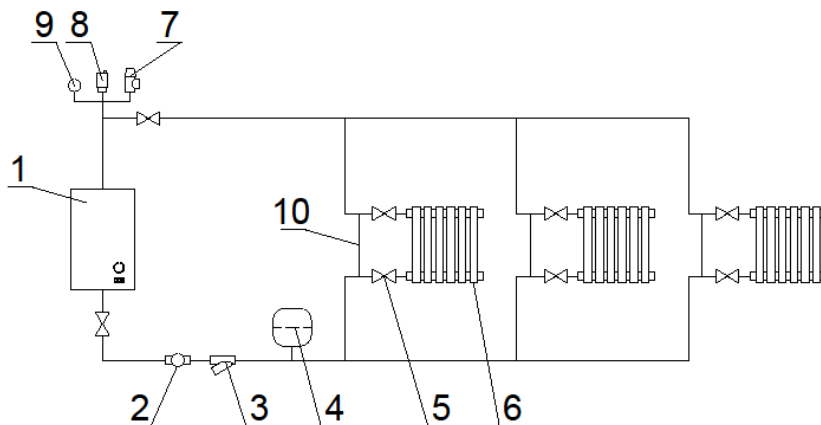

Рисунок 4. Упрощенная схема подключения электродкотла в отопительную систему с циркуляционным насосом.
Представленная на рис.4, упрощенная схема подключения электрочотла в отопительную систему не заменяет проекта и служит только для ознакомления. Помните: правильно спроектированная система и её правильная эксплуатация – залог безаварийной работы системы отопления. Электрический котёл – всего лишь её элемент. В этом электрочотле нет элементов защиты от повышенного давления и аварийного завоздушивания системы, предусматривайте их при проектировании и монтаже.
Присоедините рабочий нулевой провод на клемму нейтраль (N) котла. Присоединить фазные провода на клеммы L1, L2, L3 колодок. Защитный нулевой провод (PE) подключить на болт «ЗАЗЕМЛЕНИЕ» (см. Рис. 4)